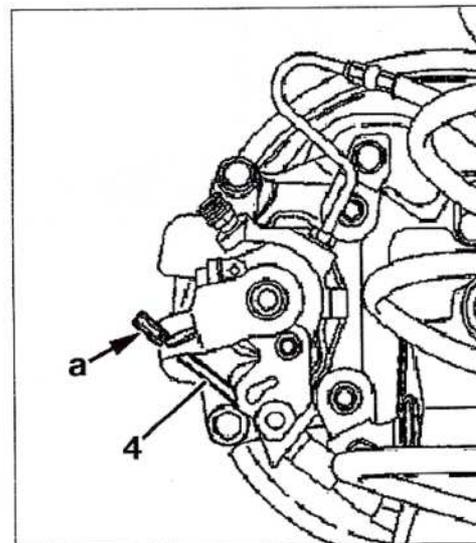

FIG. 55
- Separar los cables de freno de mano (4) en (Fig.55).